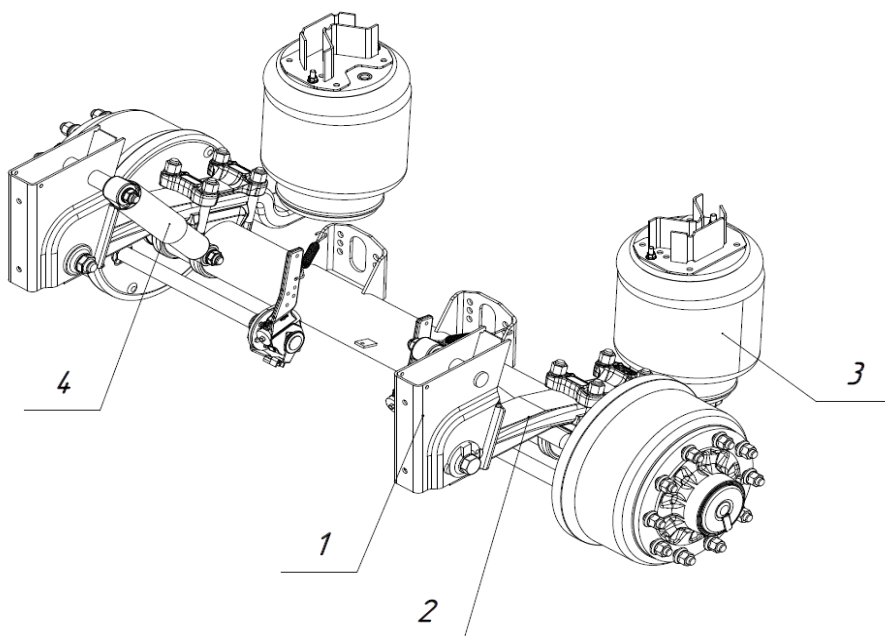

Рис. 2.6 - Оевой агрегат на пневмоподвеске
Пневматическая подвеска (см рис. 2.6) состоит из кронштейнов подвески (1), рычагов (2), амортизаторов (4), пневмобаллонов (3) и пневмосистемы, состоящей из накопительных ресиверов, клапанов, датчиков уровня и трубопроводов подачи воздуха к пневмобаллонам.